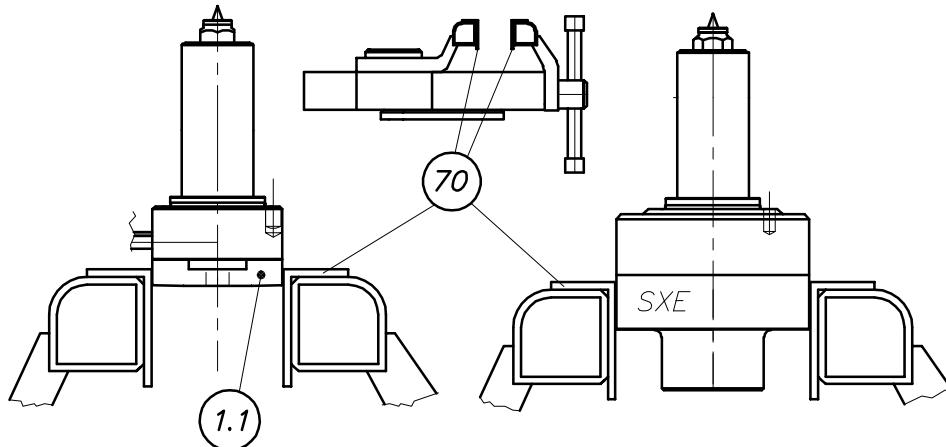

Abbildung 85: Einspannen der ausgebauten HPS III Düse im Schraubstock
Die Düse muss immer am Druckrohr (Pos. 1.1) eingespannt werden. Eine HPS III-SXE Einzeldüse wird am Körper eingespannt (vgl. Abbildung 85).
2. Düse am Druckrohr in den Schraubstock einspannen (vgl. „Abbildung 85: Einspannen der ausgebauten HPS III Düse im Schraubstock“).
1. Düse am Druckrohr in den Schraubstock einspannen (vgl. „Abbildung 85: Einspannen der ausgebauten HPS III Düse im Schraubstock“).